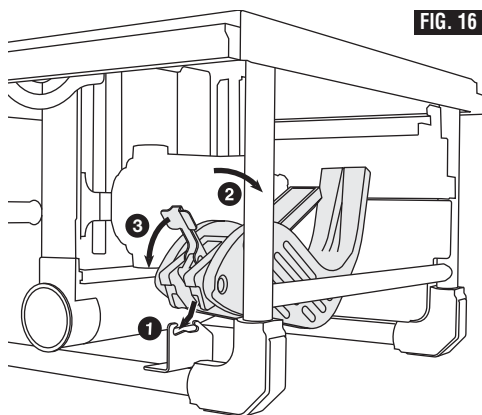

FIG. 16
1. Verrouillez l'ensemble de barrière de sécurité principale en place de la même manière que si vous l'attachez au couteau diviseur (Fig. 16).